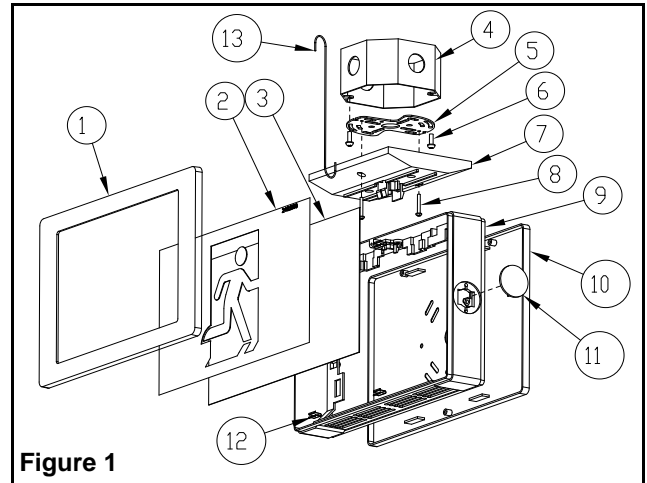
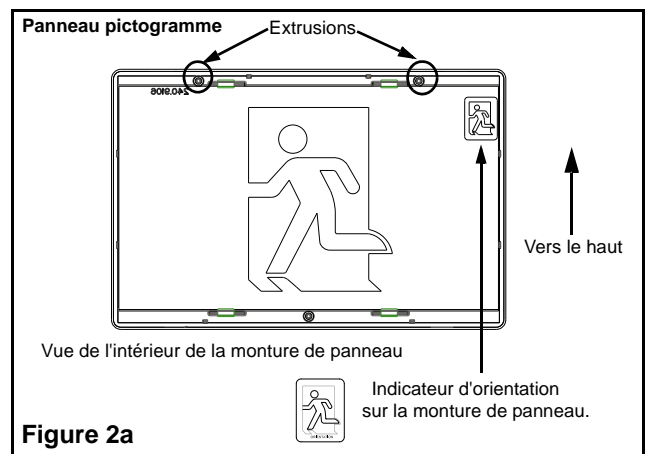
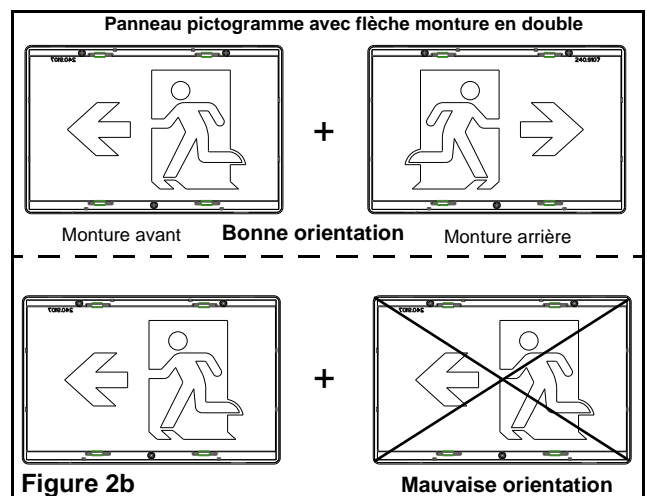

Figure 1
Figure 2a
Figure 2b
3. Enlever le panneau avant de l'enseigne à l'aide d'une pièce de monnaie ou d'un tournevis dans le haut ou le bas de la face. Pour les unités configurés anti-vandalisme, vous devez dévisser trois(3) vis à l'aide d'un foret de sécurité. Le foret est vendu à part (numéro de pièce 990.0119).
4. Sélectionner le panneau pictogramme approprié (voir fig. 2a et b). Placer le diffuseur opale au-dessus du panneau pictogramme tout en retirant le film de protection en plastique.(voir fig.1).
Important! La monture de panneau et le panneau pictogramme doivent être orientées selon la fig. 2a et b avec les deux extrusions vers le haut. Pour les versions à monture en double, les panneaux pictogrammes doivent être installés avec les flèches de façon opposée voir fig.2b.
- b. Fixer le pavillon à l'enseigne en l'insérant dans le trou du boîtier jusqu'à ce qu'il soit engagé solidement (voir fig. 1 et 4).